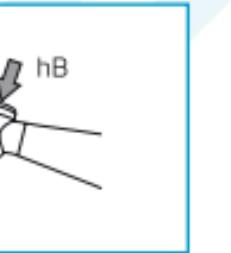

Fig. 4.1
- 1) Insérer la fraise et la faire légèrement tourner jusqu'à ce quelle s'engage avec le mécanisme de verrouillage. (Fig.4.1)